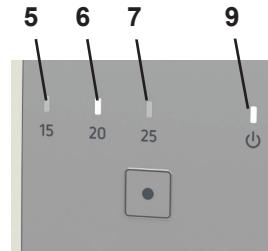

Abb. 4
- ◆ Die grüne Betriebsanzeige (9, Abb. 4) blinkt schnell.
- ◆ Die gelbe Anzeige des eingestellten Schwellenwerts leuchtet (5, 6, 7, Abb. 4).
- ◆ Die grüne Betriebsanzeige (9, Abb. 4) leuchtet
Solange der Volumenstrom größer als der eingestellte Schwellenwert ist, leuchtet die entsprechende Anzeige (5, 6, 7, Abb. 4)